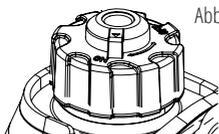

Abb. 1
3. Stellen Sie die Entlüftungsöffnung am Tankdeckel in die Position „ON“ (Abb. 1).